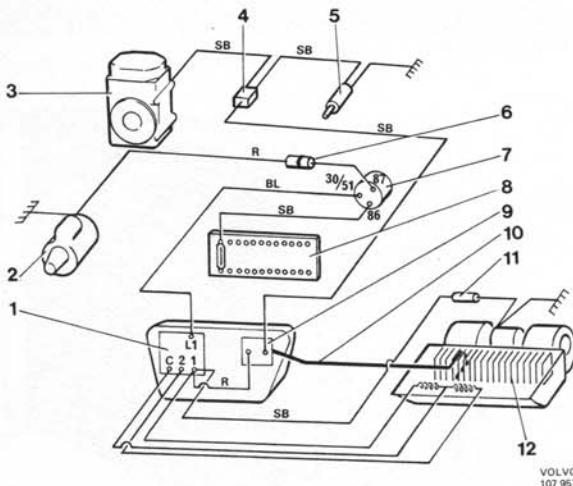

Abb. 9 Inneres Schaltbild für Klimaanlage früh. Ausf.
Bei der Klimaanlage früh. Ausf. (Abb. 9), wo der Verdampfer zusammen mit dem Zusatzgebläse in ein Sonderaggregat eingebaut ist, befindet sich der Thermostat auf der Mittelkonsole und ist dort mit einem Drehschalter versehen. Mit dem Drehschalter läßt sich die Abschalttemperatur für den Thermostaten einstellen, so daß eine Temperaturregulierung der klimatisierten Luft möglich ist. Der Fühlkörper (10) des Thermostaten ist durch einen Lufttunnel bis zum Verdampfer (12) vorgezogen und zwischen dessen Kühlrippen eingesteckt.